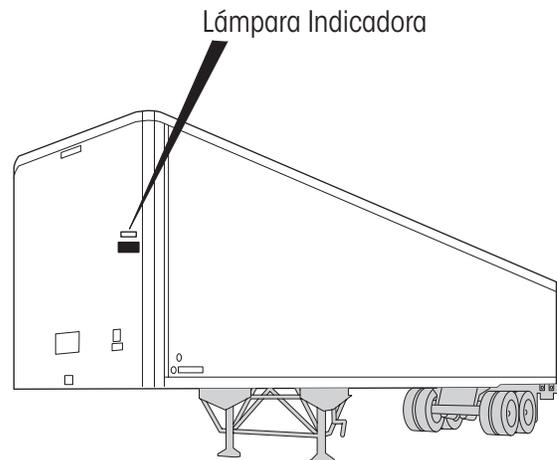

Figura 4: Ubicación típica de la lámpara indicadora
- La lámpara Indicadora (Figura 4 en página 11) se ilumina cuando el flujo de aire regulado supera el umbral diseñado. Esto ocurre mientras que las llantas se inflan o hay una fuga en el sistema.
TIREMAAX® PRO y CP funcionan similarmente para inflar llantas. El desinflado es una función de TIREMAAX® PRO solamente. No se requiere ninguna operación del conductor/operador para que funcione normalmente cualquier sistema. Sin embargo, la Lámpara Indicadora debe monitorearse para verificar la función e integridad del sistema. La Lámpara Indicadora se encuentra en la parte delantera del remolque (Figura 4 en página 11) o en una ubicación dentro del campo visual del conductor desde la cabina.